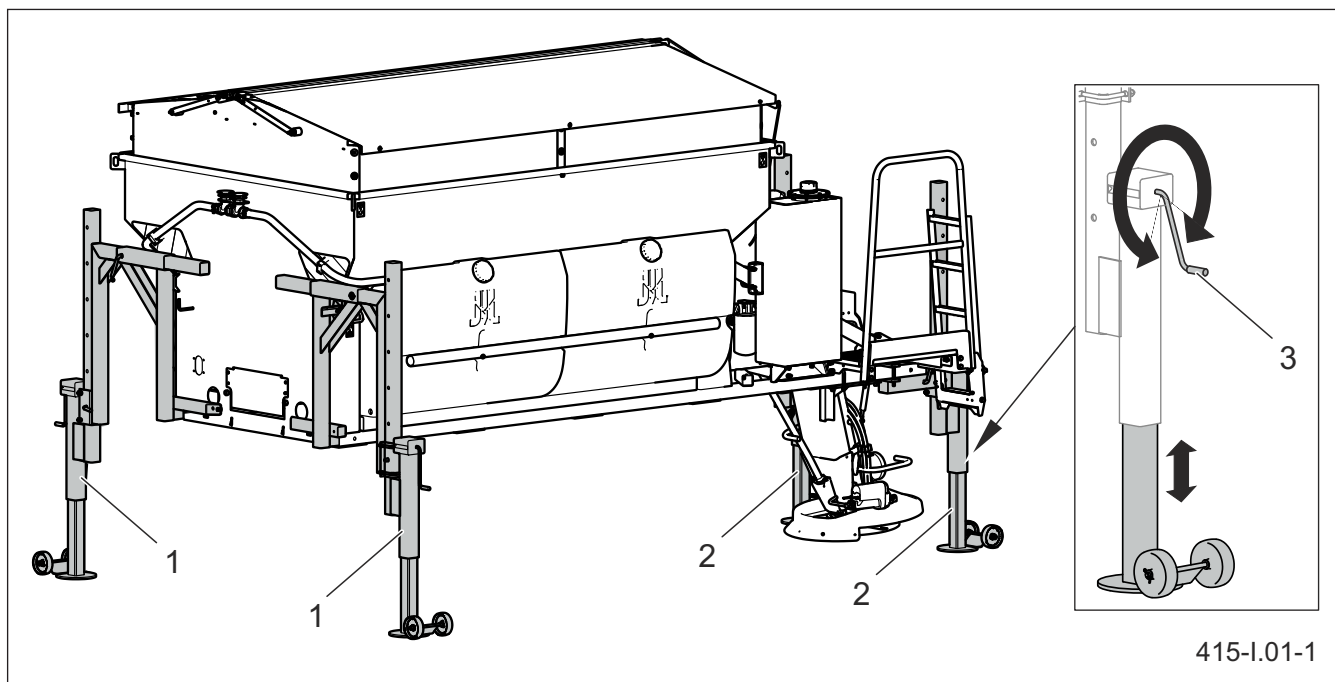

Рисунок 5.1 Стояночные опоры
(1) передняя опора (2) задняя опора (3) механизм регулировки высоты
Если разбрасыватель песка имеет регулируемые стояночные опоры (РИСУНОК 5.1), то их необходимо соответственно отрегулировать в соответствии с высотой платформы транспортного средства, используя для регулировки кривошипный механизм (3).
- Поставить машину на платформу базового транспортного средства, поднимая по очереди вверх стояночные опоры при помощи механизма регулировки высоты (3) (РИСУНОК 5.1).